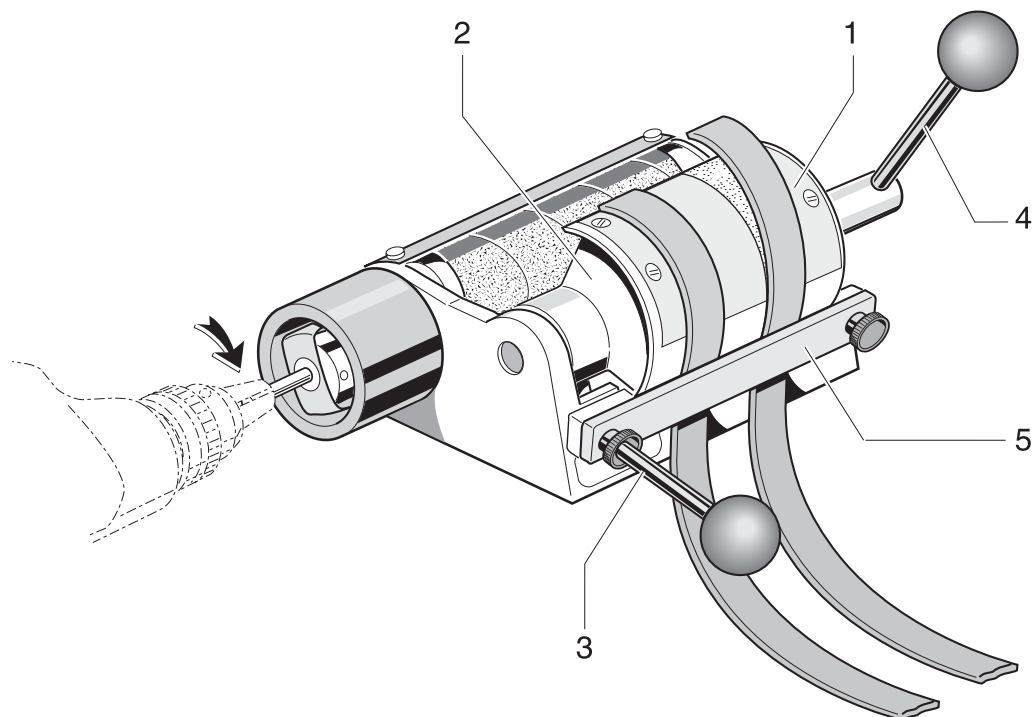

Fig. 2
■ Inserire le estremità del tappeto nel dispositivo di bisellatura (Fig. 2)
- 1 Ruotare il tavolo girevole (2) completamente all'indietro (/verso l'alto) tirando la leva girevole (3).
- 2 Fissare l'estremità del tappeto proveniente dal rinvio UM con nastro adesivo biadesivo al centro del segmento cuneiforme (1) del tavolo girevole (2), al paro del bordo anteriore e bloccarla con il dispositivo di serraggio (5).
- 3 Tirare la leva eccentrica (4) completamente all'indietro
■ Insertar los extremos de la correa en el dispositivo de biselado (Fig. 2)
- 1 Girar la mesa giratoria (2) hacia atrás (/hacia arriba) del todo, para ello, tirar de la palanca giratoria (3).
- 2 Pegar el extremo de la correa proveniente de la desviación UM con cinta adhesiva de dos caras sobre el centro del segmento en forma de cuña (1) de la mesa giratoria (2), de manera que quede a ras con el canto delantero; seguidamente sujetar con un dispositivo de apriete (5) el extremo de la correa.
- 3 Tirar hacia atrás del todo la palanca excéntrica (4).
■ Colocar as extremidades da correia no dispositivo de biselamento (Fig. 2)
- 1 Ligar o acionamento e movimentar a alavanca giratória (1) lentamente em movimentos regulares para um lado e para o outro (para a frente e para trás).
- 2 Enquanto isso, avançar cuidadosamente com a alavanca excêntrica (2) (pressionar a alavanca excêntrica lentamente para a frente).
- 3 Ao mesmo tempo, continuar movimentando a alavanca giratória (1) para um lado e para o outro, até que não se possa mais ouvir nenhum ruído de lixação.
- 4 Desligar o acionamento, girar a alavanca giratória (1) e a alavanca excêntrica (2) totalmente para trás.
- 6** Rimuovere il pulviscolo della molatura dal segmento cuneiforme (ved. Fig. 2 (1)) e togliere il tappeto.
- 6** Eliminar el polvo de amoladura del segmento en forma de cuña (véase la Fig. 2 (1)) y sacar la correa.
- 6** Retirar o pó da lixção do segmento em forma de cunha (veja Fig. 2 (1)) e retirar a correia.